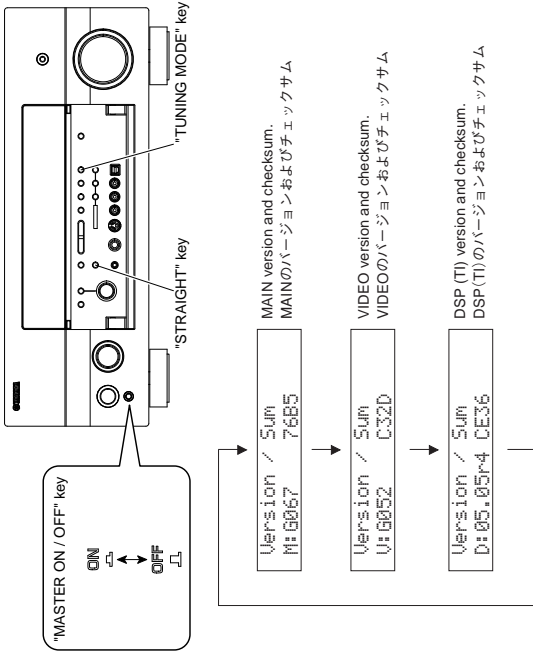

Fig. 19
1. Press the "MASTER ON/OFF" key of the main unit while simultaneously pressing the "STRAIGHT" key of the main unit. Then the ADVANCED SETUP mode is activated. (Fig. 19)
2. Keep pressing the "TUNING MODE" key for about 3 seconds. (Fig. 19)
1. 本機の"STRAIGHT"キーを押しながら"MASTER ON/OFF"キーを押し、アドバンスドセットアップを起動します。(Fig. 19)
2. 本機の"TUNING MODE"キーを約3秒間押し続けます。(Fig. 19)